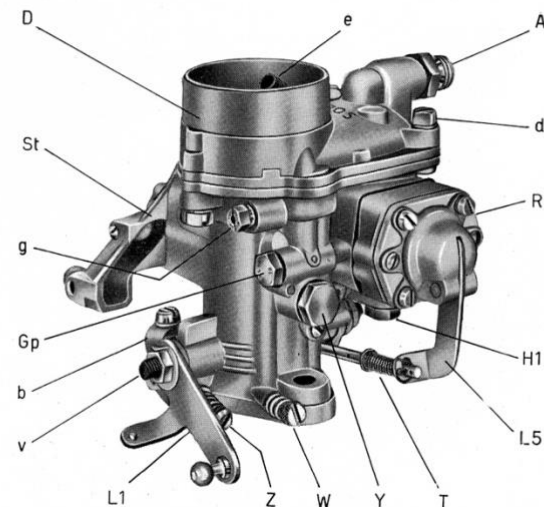

Abb. 1 SOLEX-Vergaser Type 32 PICB – Ansicht
(Abb. 1 – 3)
Durch die **Leerlaufeinstellschraube** (Z), die an einem Widerlager (b) auf der Drosselklappenwelle (v) angebracht ist (Abb. 1 und 14), kann die Drehzahl des Motors im Leerlauf eingestellt werden. Die Verstellung dieser Schraube bewirkt eine Vergrößerung bzw. Verkleinerung des Drosselklappenspaltes durch Veränderung des Anschlags bei der Schließstellung der Drosselklappe. Die Leerlaufdrehzahl wird durch Hineindreihen der Schraube (= Vergrößerung des Spalts) gesteigert, durch Herausdrehen (= Verkleinerung des Spalts) gemindert.